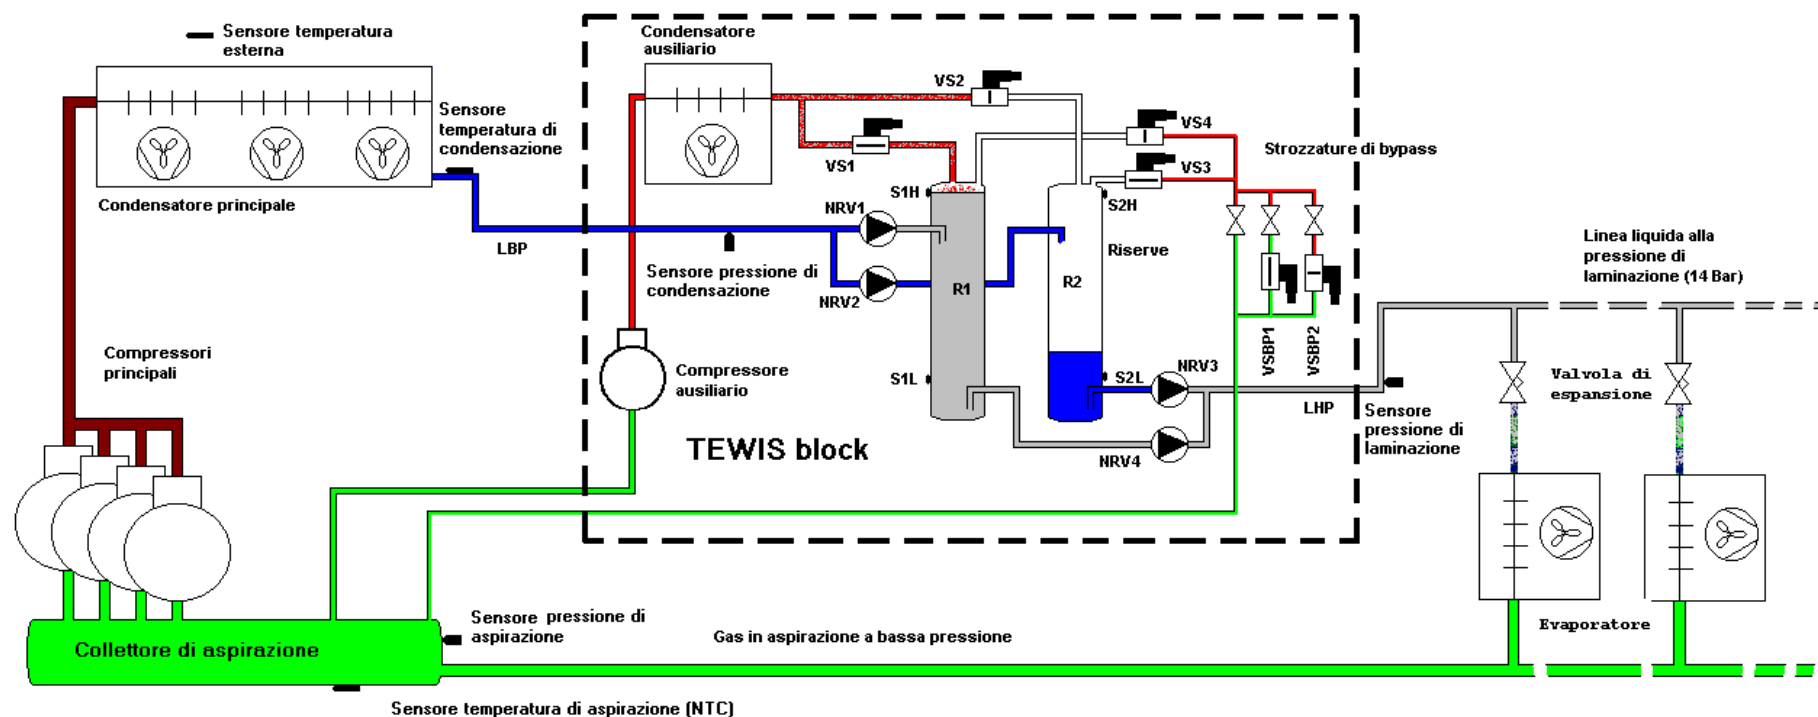

Fig.1
- 1) Las notas adjuntas a la Fig.1 siguen siendo válidas aquí, pero en este caso el dimensionamiento del compresor auxiliar es menos vinculante en términos de ahorro energético, de hecho cuando la presión en el depósito en fase vaciado alcanza el set de laminación, la descarga del compresor auxiliar se desvía hacia el condensador principal. De este modo también el compresor auxiliar trabaja durante una buena parte del tiempo a presión mínima de descarga, aumentando de este modo las prestaciones de ahorro energético del sistema.